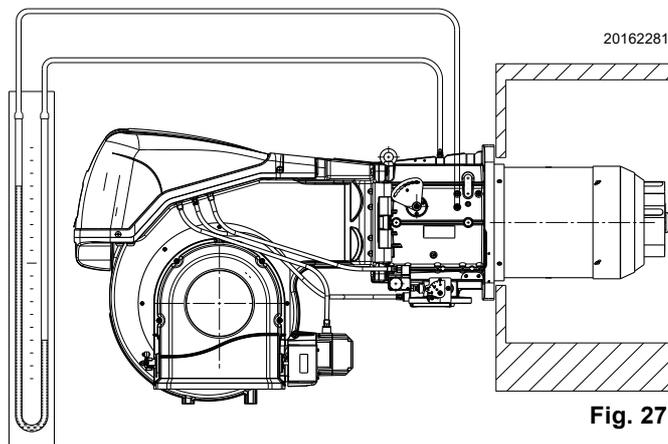

Fig. 27
- Monter un manomètre en U ou un manomètre de type différentiel (Fig. 27), avec la prise (+) sur la pression de gaz du manchon et (-) dans la chambre de combustion.